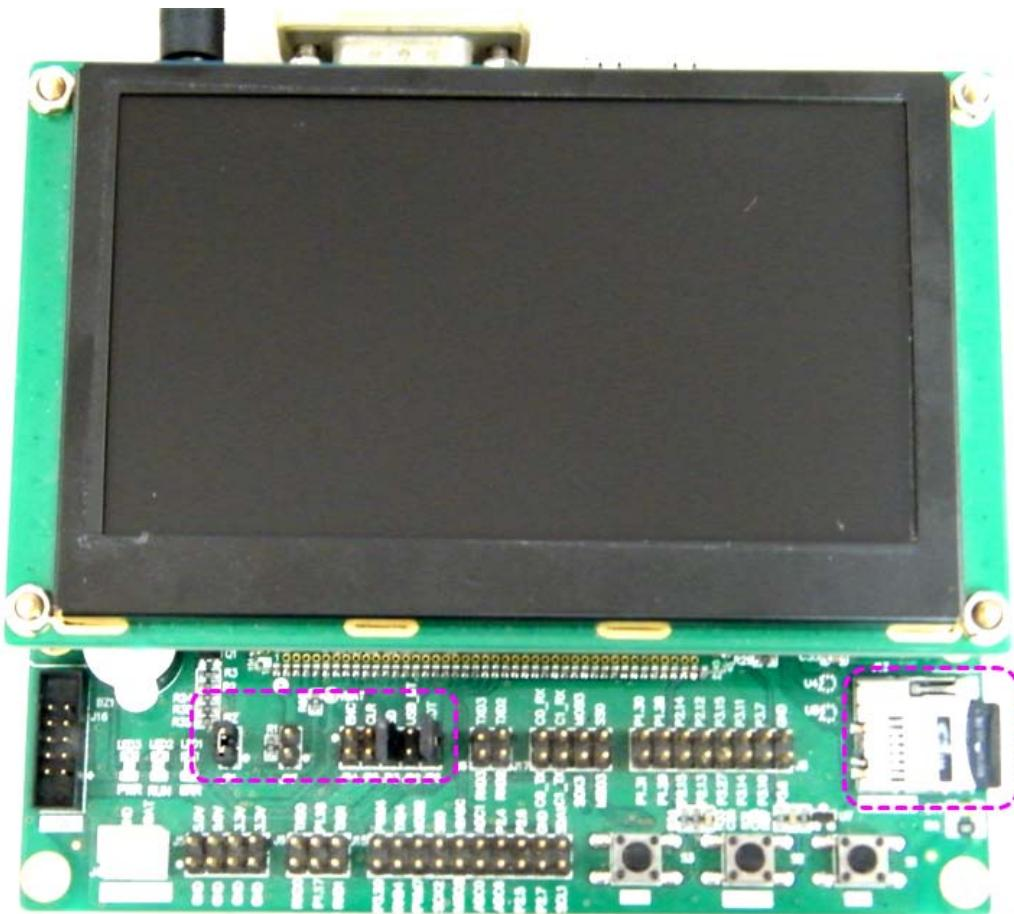

图2.2 配置为从 TF 卡启动
- 使用短路器短接开发套件上的JP1 (BZ, 使能蜂鸣器); 短接JP3 (SD, 设置为从SD卡启动); 短接JP6 (WDT, 禁用看门狗), 如图2.2所示。
- 使用串口延长线连接PC机和开发套件的DUART (J7), 如图2.2所示;
- 将制作好的熔丝配置专用启动卡接入开发套件的TF卡卡座, 如图2.2所示;